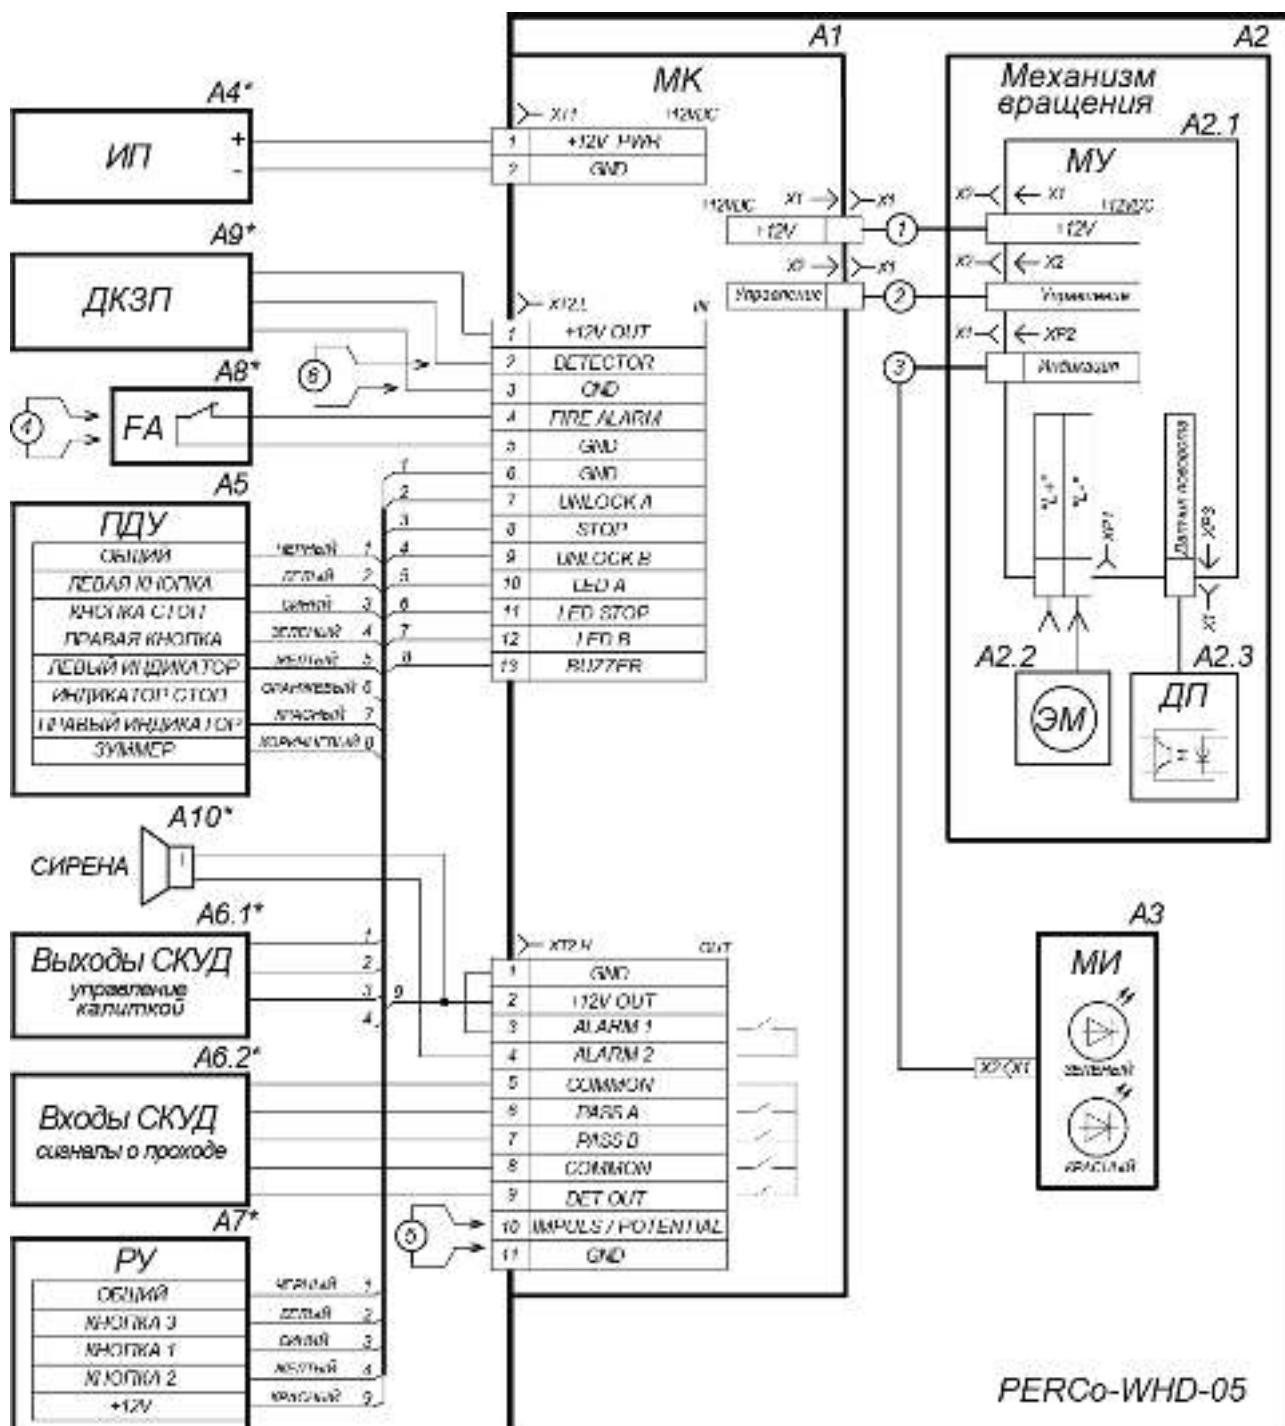

Рисунок 10. Схема электрических соединений МК
7. Извлеките кронштейн (6) с МК (7) из стойки калитки через отверстие в основании.
8. Подключите к МК кабели ПДУ (СКУД/ устройство РУ) и ИП согласно схеме приведенной на рис. 10.
9. Установите кронштейн (6) с МК (7) на место.
11. Установите стойку калитки (1) на гильзы анкеров и закрепите ее анкерными болтами; при установке контролируйте вертикальность положения стойки с помощью уровня.
Таблица 3. Обозначения к схеме на рис. 10